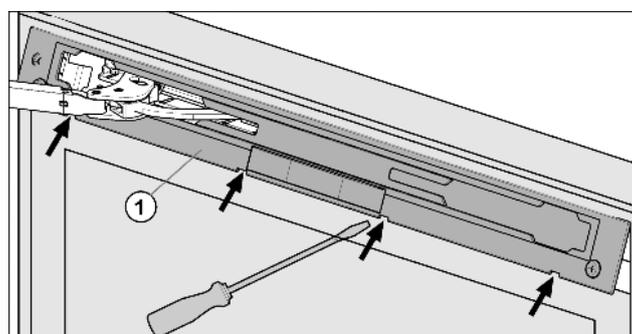

Fig. 4
- ▶ Déclipser le panneau *Fig. 4 (1)* à l'aide d'un tournevis à fente, puis le retirer.